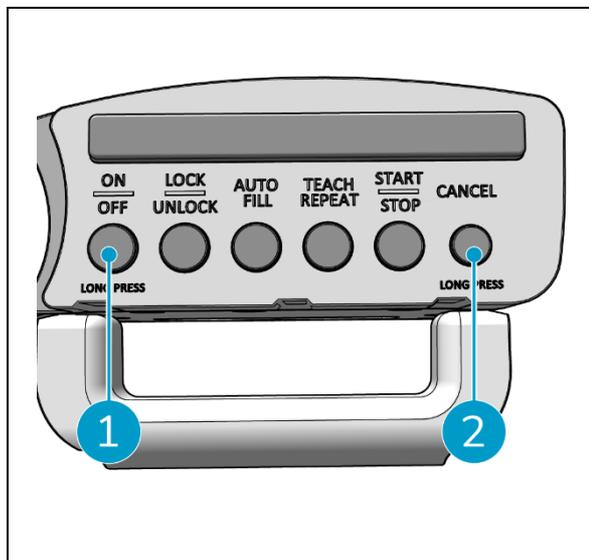

Figure 48
2. Appuyez sur le bouton ON/OFF et maintenez-le enfoncé (Figure 48, pos. 1) et le bouton CANCEL (Figure 48, pos. 2) sur la manette de commande. La manette émet 3 bips pour indiquer que la connexion a été supprimée.